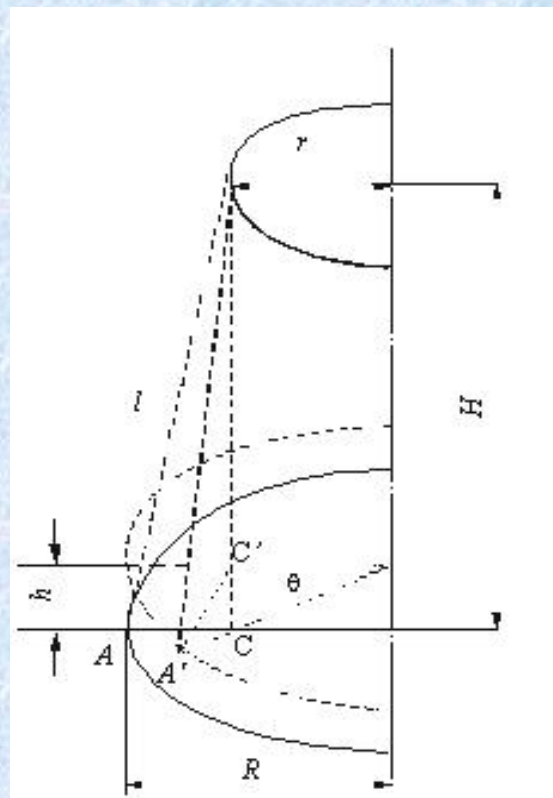

图2 几何图
- 由此可得 $I = \frac{mghT^2}{2\pi^2 \theta_0^2}$ (1)
- 图2中的几何关系中可得